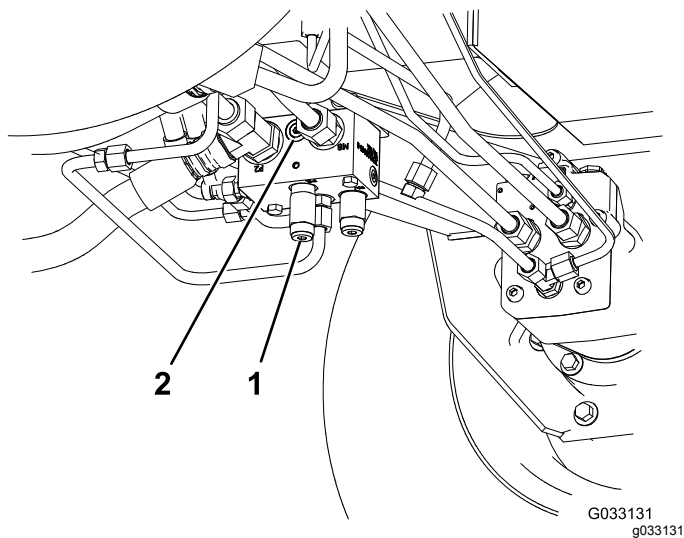

図 38
1. 後部走行マニホルドのポート M8 と P2 との間にあるマークなしのポートに故障診断用フィッティングを取り付ける 図 38。